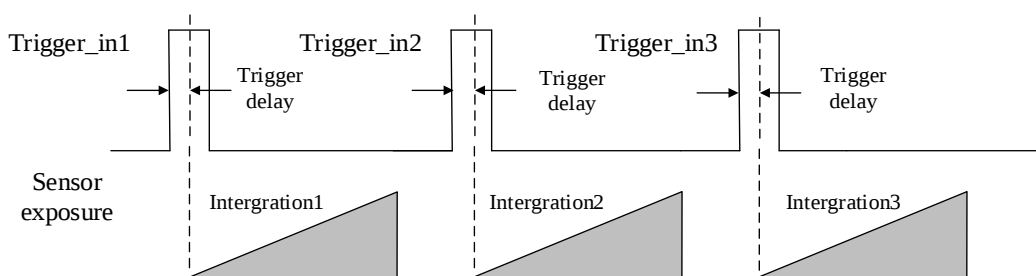

图4-20 信号延迟原理
3. 根据实际需求设置触发延迟时间，单位为 μs ，默认为 0，即接收输入信号后立即触发设备采图。关于触发延迟的原理，如图 4-20 所示。